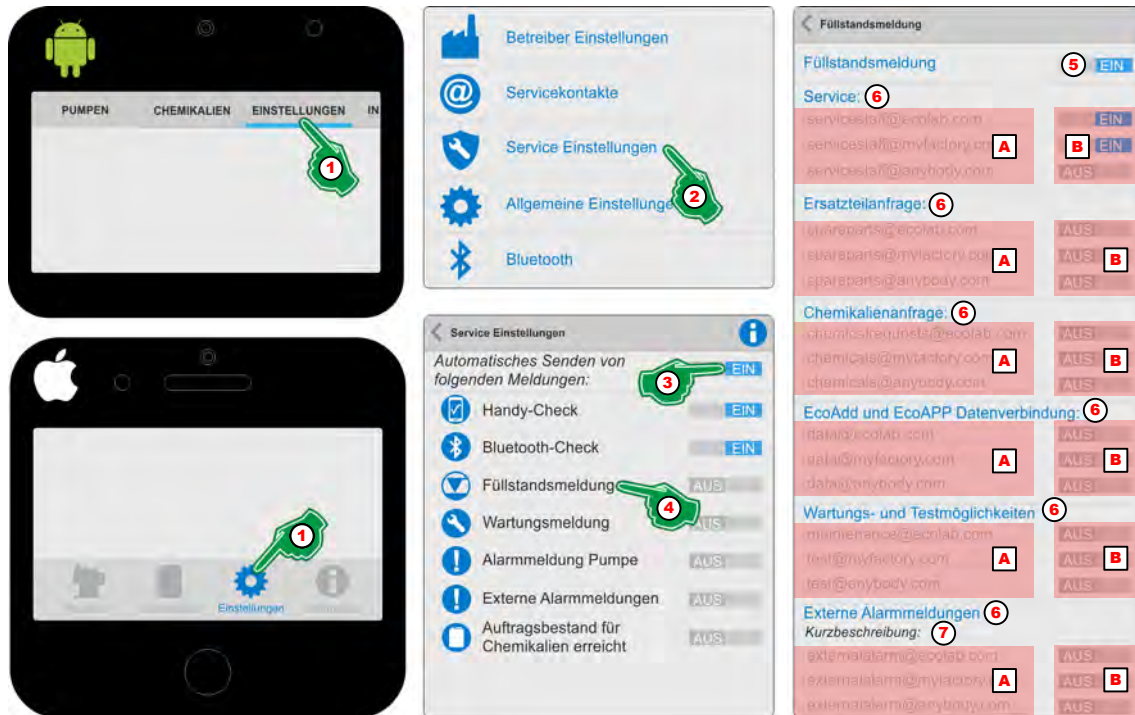

Abb. 8: „Füllstandsmeldung“
1. ► [Einstellungen] (Abb. 8, Pos. 1) auswählen.
2. ► [Service Einstellungen] (Abb. 8, Pos. 2) auswählen.
3. ► „Automatisches Senden von folgenden Meldungen“ (Abb. 8, Pos. 3) **EIN** Schalten.
4. ► Das Symbol oder die Bezeichnung „Füllstandsmeldung“ (Abb. 8, Pos. 4) auswählen.
5. ► „Füllstandsmeldung“ (Abb. 8, Pos. 5) **EIN** Schalten.
6. ► Gewünschte Servicekontakte (Abb. 8, Pos. A) **EIN** (Abb. 8, Pos. B) Schalten.
7. ► Zur Anzeige von Fehlern bei Verwendung einer externen Steuerung (Abb. 8, Pos. 7) eine Kurzbeschreibung (Abb. 8, Pos. 8) zur Identifikation vergeben.